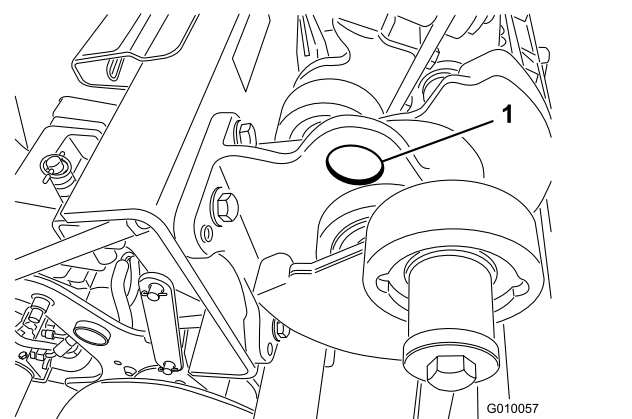

图 38
**注意** 如果可行请用起重机提起机器的后部。用打孔头轴承壳体内的孔眼作为起重机连接点图 38。